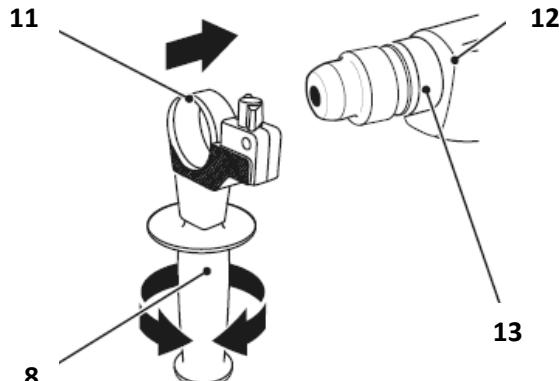

Рис.2
- Выкрутить рукоятку (8) тем самым ослабив зажимной хомут (11) Рис.2.
- Установить рукоятку (8) зажимным хомутом на посадочную шейку (13) корпуса редуктора (12)
- Затянуть рукоятку (8).